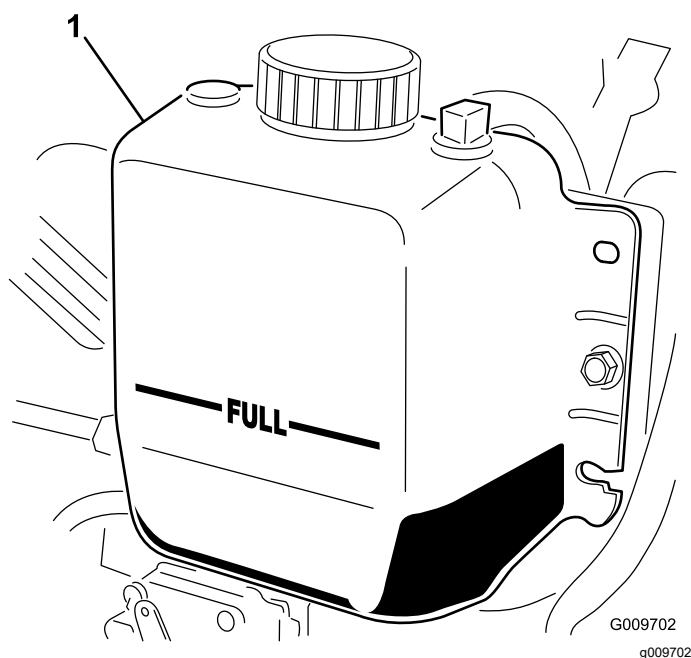

Figura 84
3. Verifique o nível do líquido de arrefecimento do radiador. O radiador deverá encontrar-se cheio de líquido até ao cimo do tubo de enchimento e o nível do líquido no depósito de expansão deverá atingir a marca CHEIO (Figura 84).